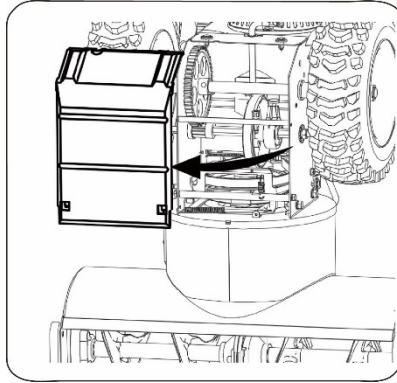

Abb.22
2. Kippen Sie die Schneefräse vorsichtig nach oben und nach vorne, so dass sie auf dem Schneckengehäuse ruht. Entfernen Sie das Sieb von der Unterseite der Schneefräse, indem Sie die vier selbstschneidenden Schrauben entfernen, mit denen es befestigt ist. Siehe Abbildung 22.